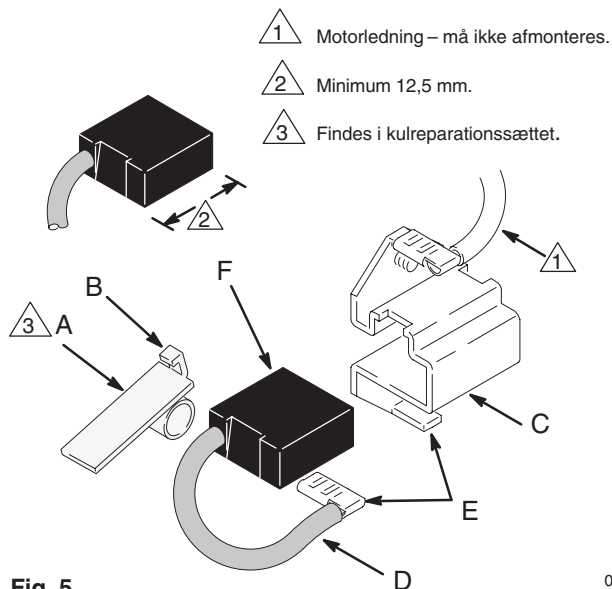

Fig. 5 03881
- Fig. 5. Tryk ind på fjederklemmen (A) for at frigøre kroge (B) fra kulholderen (C). Træk fjederklemmen ud (A).
- Fig. 5. Træk kulleledningen (D) ud af klemmen (E). Afmonter motorkullet (F).
- Fig. 5. Skyd kulleledningen (D) ind i klemmen (E).